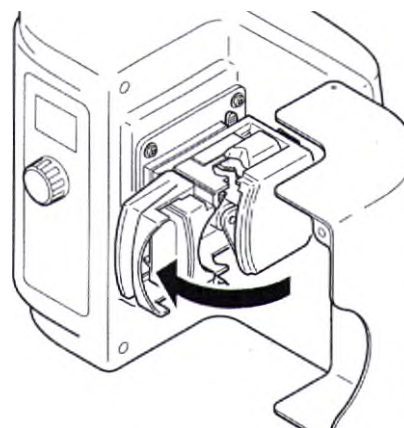

Рисунок 3. Откройте дверцу ирригатора и щиток насоса
- Откройте дверцу ирригатора и щиток насоса (рисунок 3).